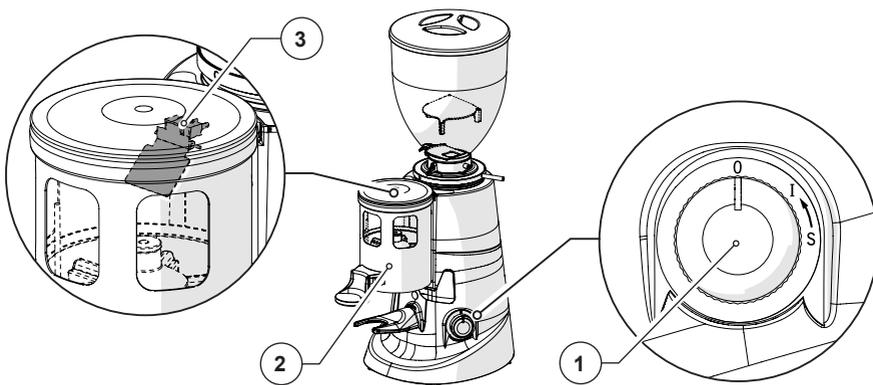

Fig. 12
**Interruptor automático “O/I/Start”** (Fig. 12 Part. 1) disponible en: